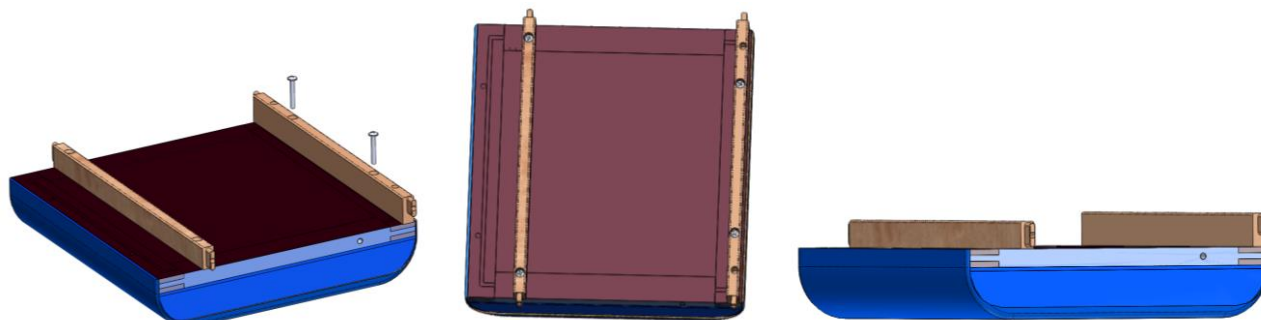

Рис. 2
2.4. Возьмите царгу заднюю (2) и при помощи четырех винтов М8х60 (7) в ДК 10-11 и при помощи двух винтов М8х60 (7) в КК 16-11 присоедините к сиденью (5). Рис.2. Шипы на царге задней (2) должны быть сдвинуты ближе к краю сиденья (5).